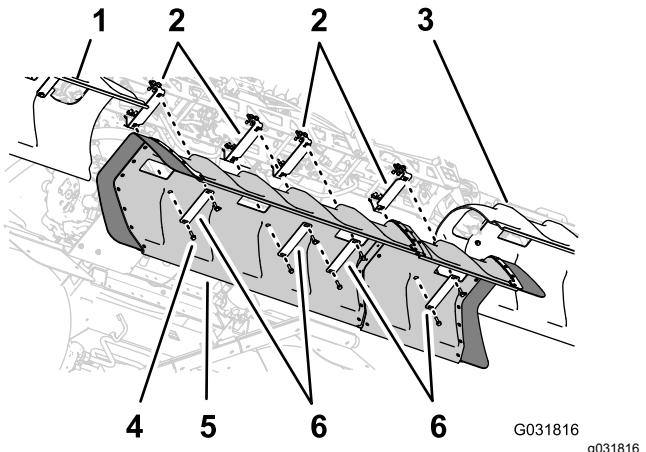

Figura 152
1. Alinhe os orifícios na cobertura da rampa central com os orifícios nos suportes para a cobertura da secção central (Figura 152).
2. Alinhe os orifícios nas 2 fitas da cobertura que retirou no passo 1 de 6 Retirar a cobertura da secção central \(11 bicos\) do Kit de rampa coberta opcional (página 15) com o tubo na cobertura e 2 dos suportes (Figura 152).
4. Alinhe os orifícios nas duas fitas da cobertura (peça Toro n.º 120-0629) com os quatro orifícios restantes na cobertura e os quatro orifícios restantes nos suportes (Figura 152).
5. Monte as fitas da cobertura e a cobertura nos suportes (Figura 152) com os quatro parafusos de cabeça flangeada (5/16 x 1-1/4 pol. — peça Toro n.º 323-36).